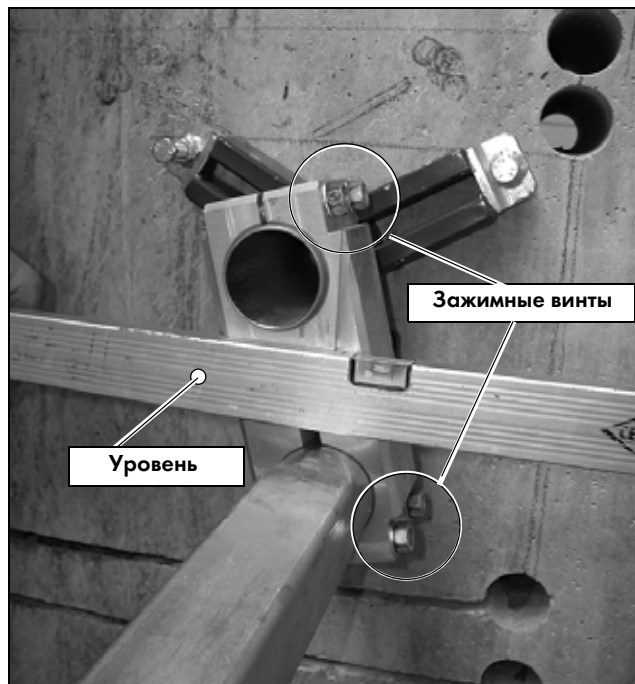

Рис. 5.4 Шарнирное соедин., монтаж. труба для CSA•100 на шарнирной подножке выровнены
- Установите шарнирное крепление с монтажной трубой для CSA • 100 на подножку и выровняйте шарнирное крепление и соотв. монтажную трубу с помощью строительного уровня! Надежно затяните зажимные винты (Рис. 5.4 и 5.5)!